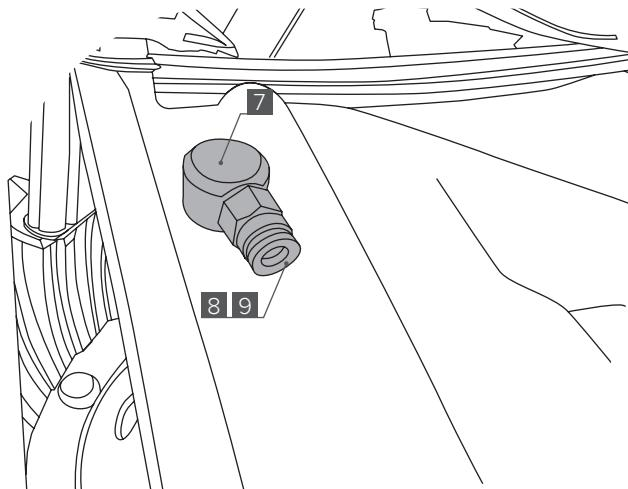

Рис. 6
3. В зависимости от используемой трубы подключения установите фитинг прямой [9] или штуцер-«ёлочка» [8] в штуцер [7] с внешней стороны картера моста (**Рис. 6**).